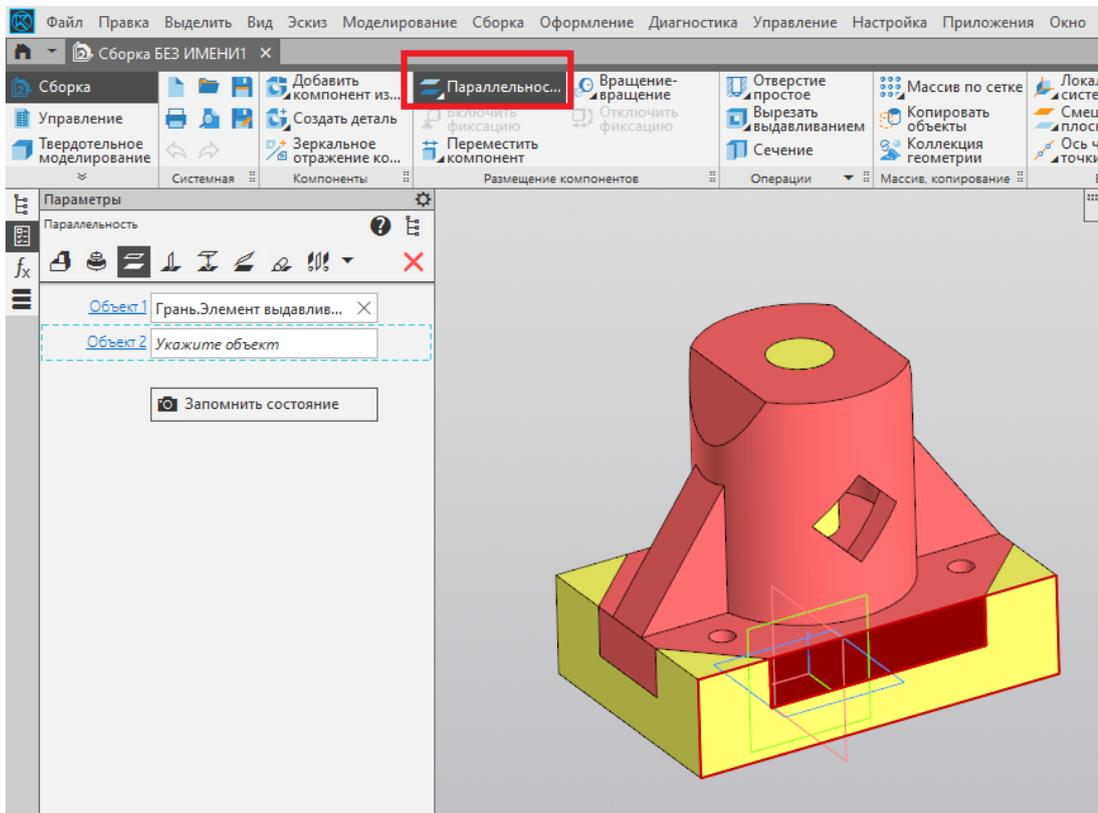

Рис. 57
9. Чтобы полностью зафиксировать корпус, выбираем ограничение «Параллельность» и щёлкаем на соответствующие грани корпуса и основания (рис. 57).